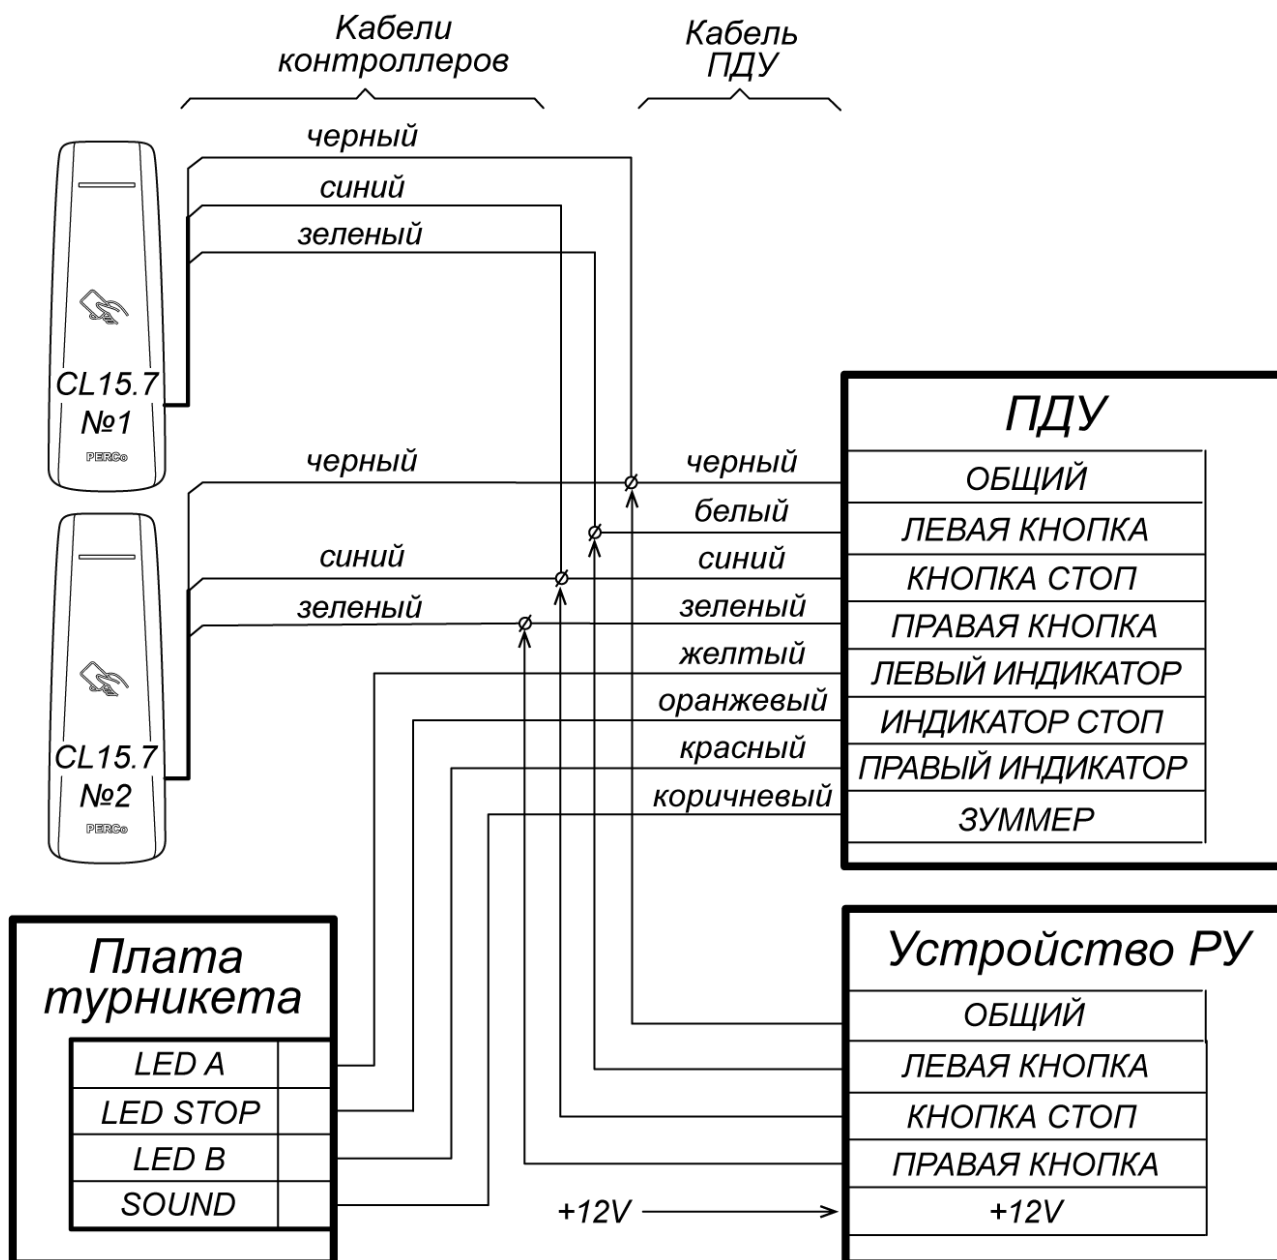

Рисунок 9. Схема подключения ПДУ и устройства РУ
2. ПДУ (или устройство РУ) подключается согласно схеме, представленной на рис. 9.
При совместной работе двух контроллеров обеспечивается возможность подключения ПДУ для управления турникетом или калиткой. Для подключения ПДУ используются по 2 входа на каждом контроллере: *DU* и *In* (подключение осуществляется согласно схеме на рис. 9, при этом входы *In* обоих контроллеров д.б. сконфигурированы в Web-интерфейсе контроллера как *Кнопка ПДУ, направление 3*). Управление индикацией ПДУ (*Индикаторы Левый/Стоп/Правый* и *Зуммер*) возможно только для ИУ производства PERCo, при этом подключение осуществляется к соответствующим выходам платы CLB – см. схемы подключения ПДУ для соответствующих ИУ.